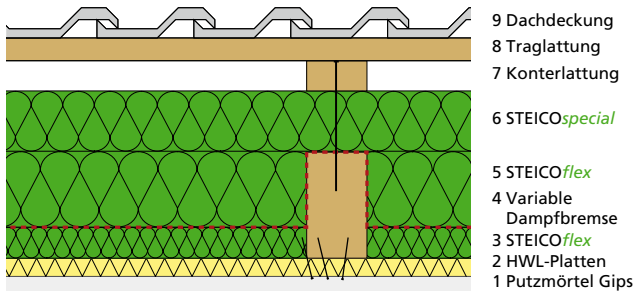

Abb. 4: Schematischer Aufbau der Sanierung nach dem Berg-Tal-Verfahren
Variante (1): Ausräumen der alten Dämmung in den vorhandenen Gefachen und Einbringen einer Dampfbremse mit einem variablen Diffusionswiderstand (in der sogenannten Berg- und Talverlegung) [Abb. 4] oder